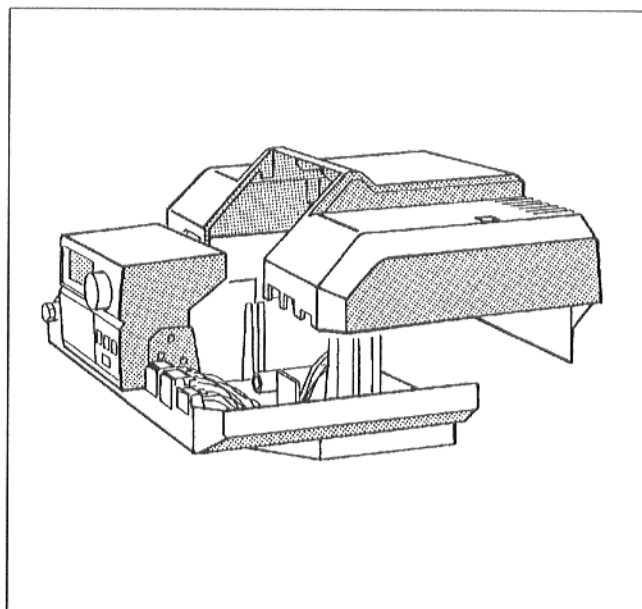

Fig. 21: Se prinde capota de acoperire cu cleme
- Se prinde capota de acoperire cu cleme și se înșurubează strâns pe aparatul de reglare (Fig. 21).